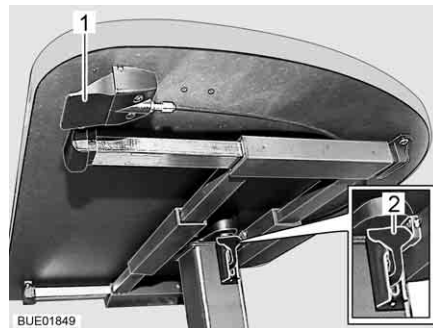

Fig. 84 Tavolo rialzabile con tasto di sblocco
- Tirare o spingere la leva di serraggio (Fig. 84,2) verso il basso.
- Premere verso l'alto la leva di serraggio (Fig. 84,2).
- Premere e tenere premuto il tasto di sblocco (Fig. 84,1). Il piano del tavolo va automaticamente verso l'alto fino al fine corsa.
- Rilasciare il tasto di sblocco (Fig. 84,1). Il piano del tavolo rimane nella posizione selezionata.
- Premere e tenere premuto il tasto di sblocco (Fig. 84,1).
- Rilasciare il tasto di sblocco (Fig. 84,1). Il piano del tavolo rimane nella posizione più bassa.